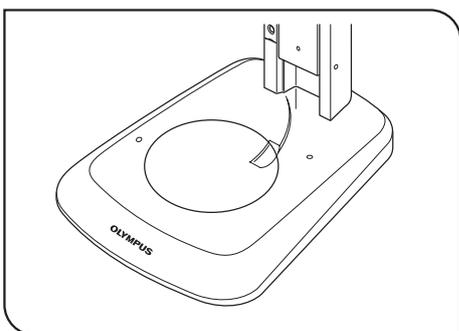

Fig. 21
**DICA** Para fixar um recipiente, como uma caixa de Petri, insira o tubo fornecido no suporte da amostra. (Fig. 21)